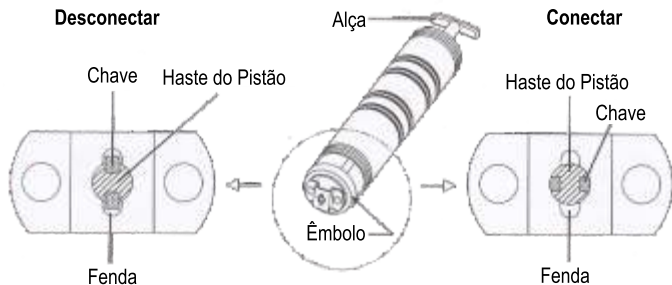

Fig.4
- 2.Se a pistola ainda assim falhar, recue a haste do pistão totalmente e conecte-a ao êmbolo girando a alça cerca de $\frac{1}{4}$ ~ $\frac{1}{2}$ giros para estabelecer a posição da chave. Veja a Fig. 4
1. Coloque o êmbolo em Conectar. Veja a Fig. 4.